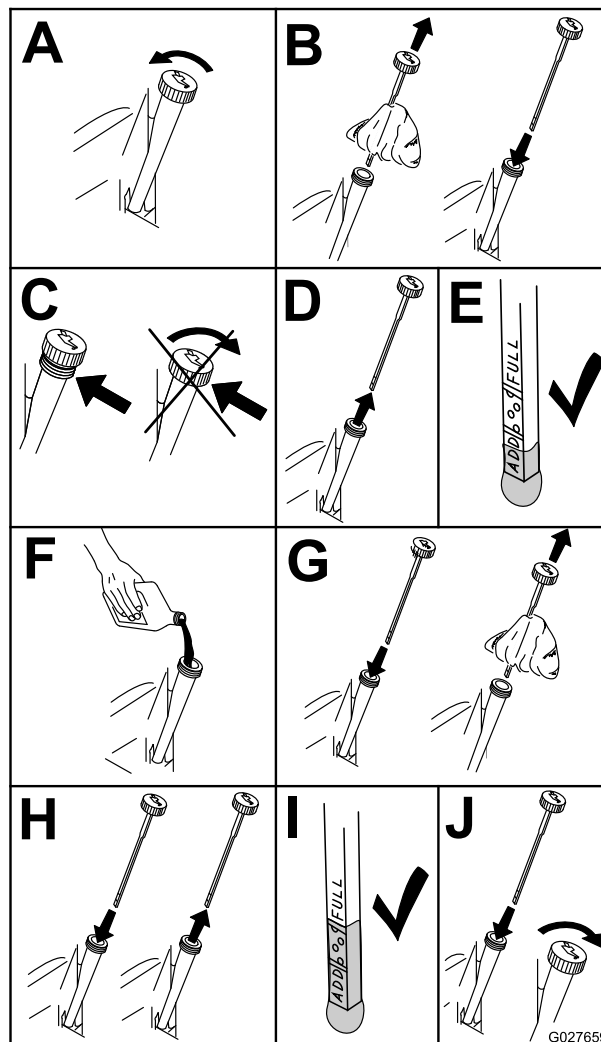

Figura 51
2. Pare el motor, retire la llave y espere a que se detengan todas las piezas en movimiento antes de abandonar el puesto del operador (Figura 51).